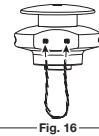

Fig. 16
2. Empuje los extremos hasta que salgan por los lados del cabezal (Fig. 16).